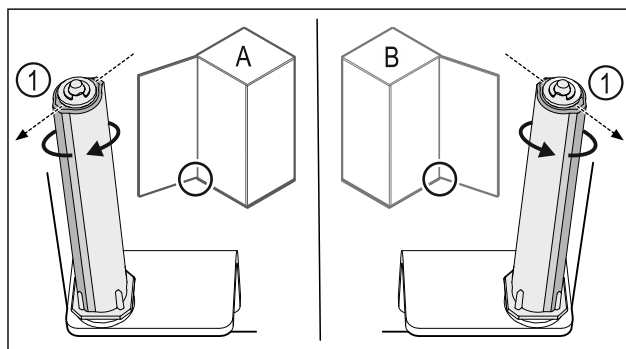

Fig. 23 Kreisais atbalsts (A) / labais atbalsts (B)
- ▶ Grieziet slēgšanas sistēmu pret pretestību, līdz slēgšanas sistēmas balstiņš Fig. 23 (1) ir vērsts uz augšu.